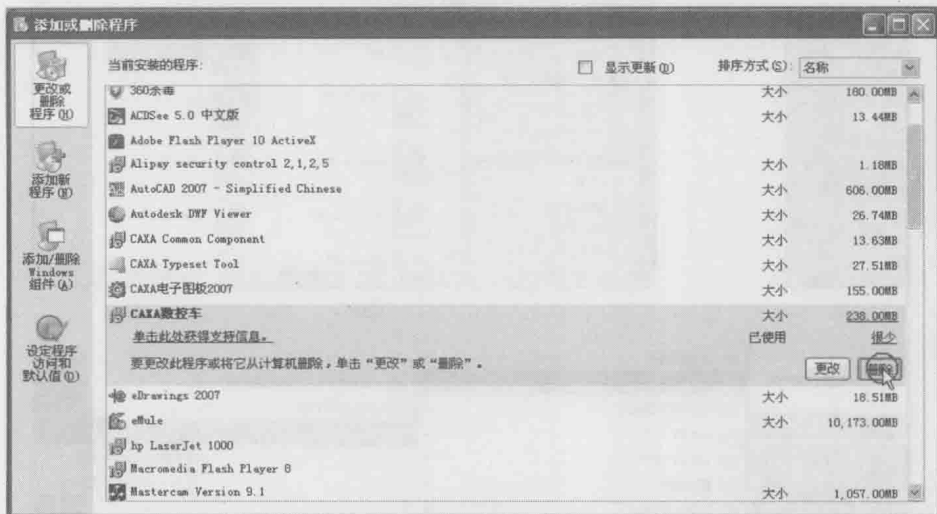
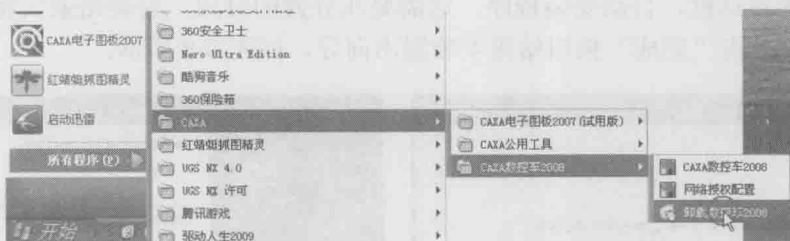
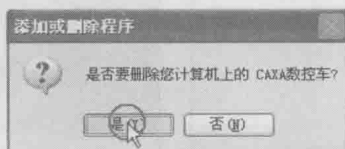

图 0-9 “添加或删除程序”对话框
图 0-10 “卸载数控车 2008” 下拉菜单
图 0-11 “添加或删除程序” 对话框
在“控制面板”中单击“添加或删除程序”，在当前安装的程序列表中单击“CAXA 数控车”将出现“删除”按钮。单击该按钮则开始卸载“CAXA 电子图板”，如图 0-9 所示；或直接进入数控车的路径单击“卸载数控车 2008”进行卸载，如图 0-10 所示；随后会弹出“添加或删除程序”对话框，单击“是 (Y)”按钮完成卸载，如图 0-11 所示。